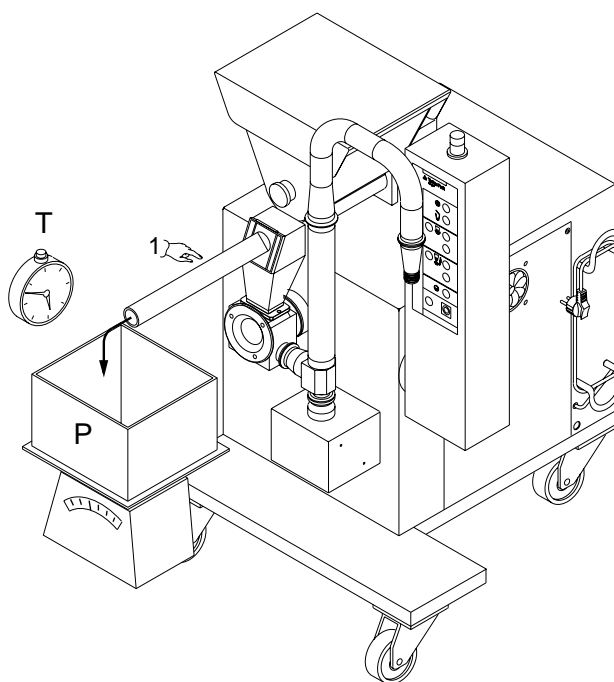

Fig. 5.2
1. Collegare il tubo di uscita della coclea al tubo di gomma fornito, lasciando aperto il coperchio di chiusura della tramoggia secondaria (Part. 1 Fig.5.2). Posizionare un contenitore di dimensioni opportune all'uscita del prolungamento per accogliere gli ingredienti.